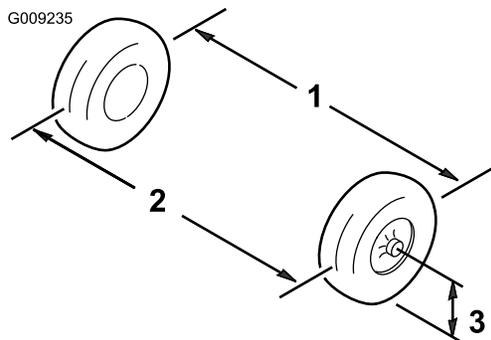

Figure 46
3. Mesurez la distance entre les roues avant à hauteur d'essieu, à l'avant et à l'arrière des roues (Figure 46).